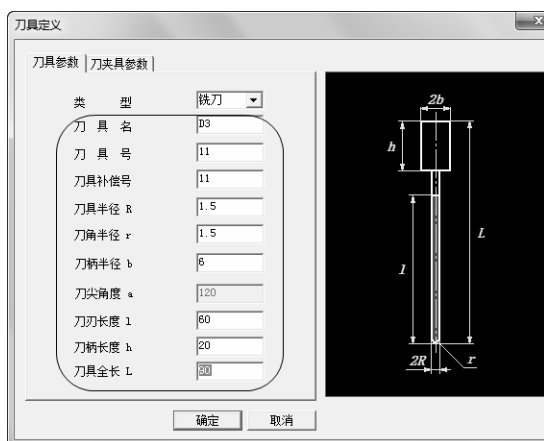

图 3-32 “刀具定义”对话框
7) 单击“刀具参数”选项卡，选择“增加刀具”按钮，系统弹出“刀具定义”对话框，设置刀具参数如图 3-32 所示。“刀夹具参数”设置为系统默认，